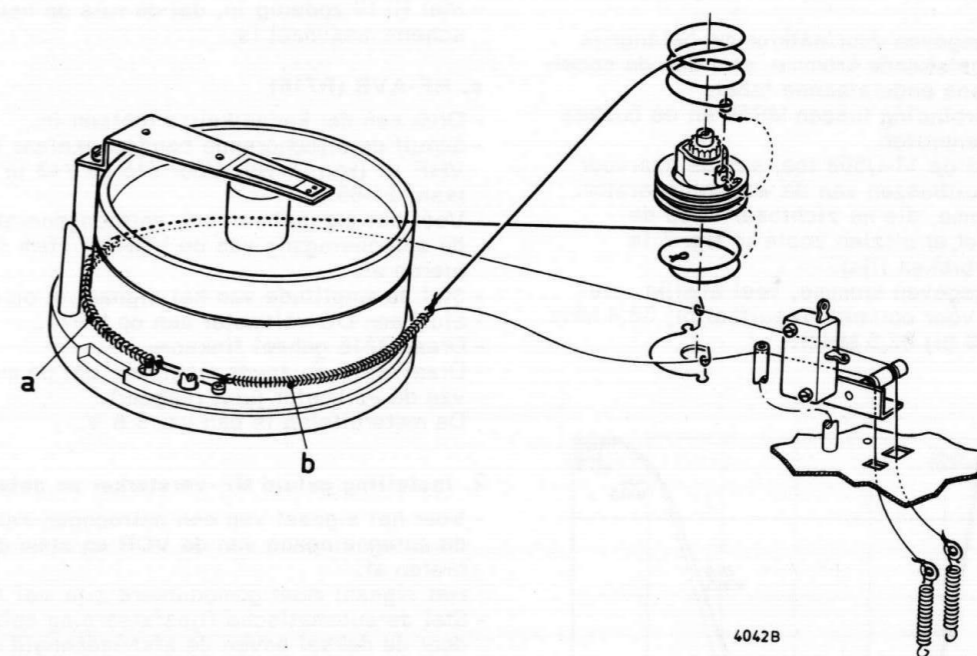

Fig. 6
- . De 3 bevestigingsschroeven pos. 16 van plaat pos. 517 uitdraaien
- Bij montage moet er op gelet worden dat, de lip op beugel pos. 217 in het gat van beugel pos. 522 komt
- De top van de as waarop beugel pos. 187 is gemonteerd in het betreffende gat in de montageplaat komt
- De lip aan beugel pos. 223 (haspel ontgrendel mechanisme) zich onder de lip aan beugel pos. 187 bevindt
**Het vervangen van de poelie en in- en uitrijgkoord pos. 231 (Fig. 6)****Opmerking:**
- Onder pos. 231 wordt het inrijgkoord met bijbehorende veren en inrijgpoelie geleverd
- De trommel pos. 169 kan zonder dat het apparaat op de netspanning is aangesloten, in de opname/weergave respectievelijk stop stand gebracht worden, door met behulp van een schroevendraaier tandwiel pos. 234 rechts respectievelijk linksom te draaien. Hiervoor is in dat tandwiel een speciale gleuf aangebracht.
- Verwijder de bovenplaat van het apparaat pos. 103 en de cassettehouder pos. 211
- Verwijder inrijgmechanisme pos. 231
- Haak de veren pos. 236 los
- Schroef beugel pos. 235 met SK7 los
- Verdraai de as van de inrijgmotor zodanig dat inbuschroef pos. 11 bereikbaar is door het gat in het chassis en verwijder de poelie (onthoud de hoogte)